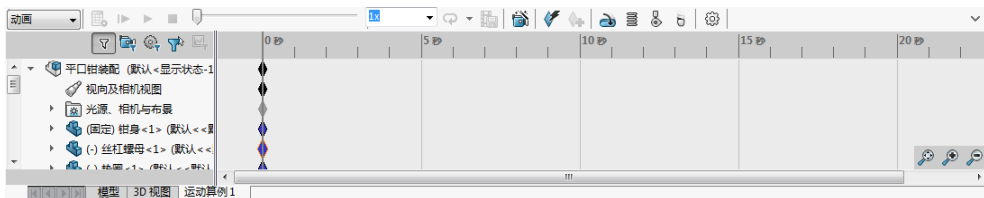

图 5-6 打开“运动算例”操控面板
STEP 2 右击 SolidWorks 操作界面顶部的空白区域，在弹出的快捷菜单中选择“MotionManager”菜单项（如底部已经显示出“运动算例”标签，则无需此操作），再在底部标签栏中，单击“运动算例 1”标签，打开“运动算例”操控面板，如图 5-6 所示。